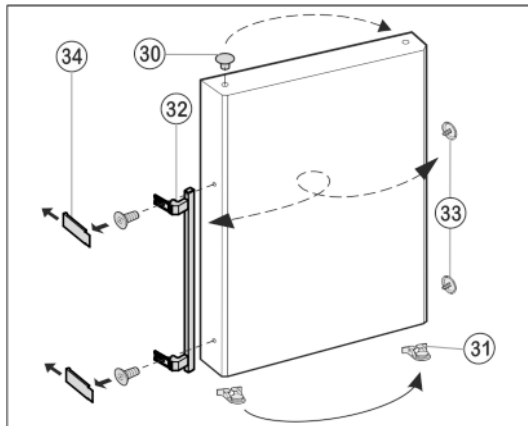

Fig. 12
- ▶ Stopfen Fig. 12 (30) aus der Tür Lagerbuchse herausheben und umsetzen.
- ▶ Türgriff Fig. 12 (32), Stopfen Fig. 12 (33) und Druckplatten\* Fig. 12 (34) abmontieren und auf die Gegenseite umsetzen.